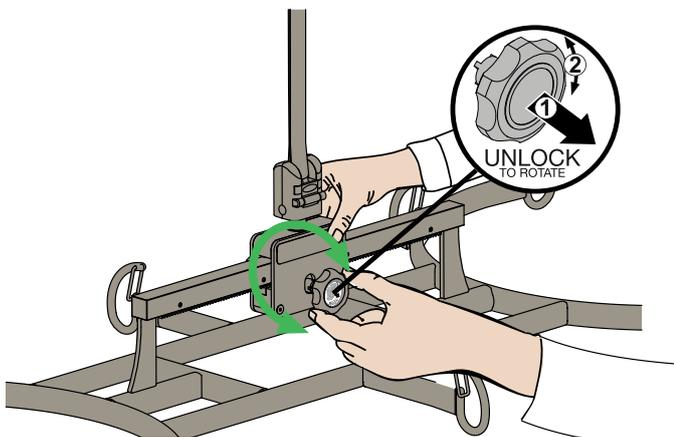

Abb. 17
2. Knopf drehen. Siehe Abb. 17.